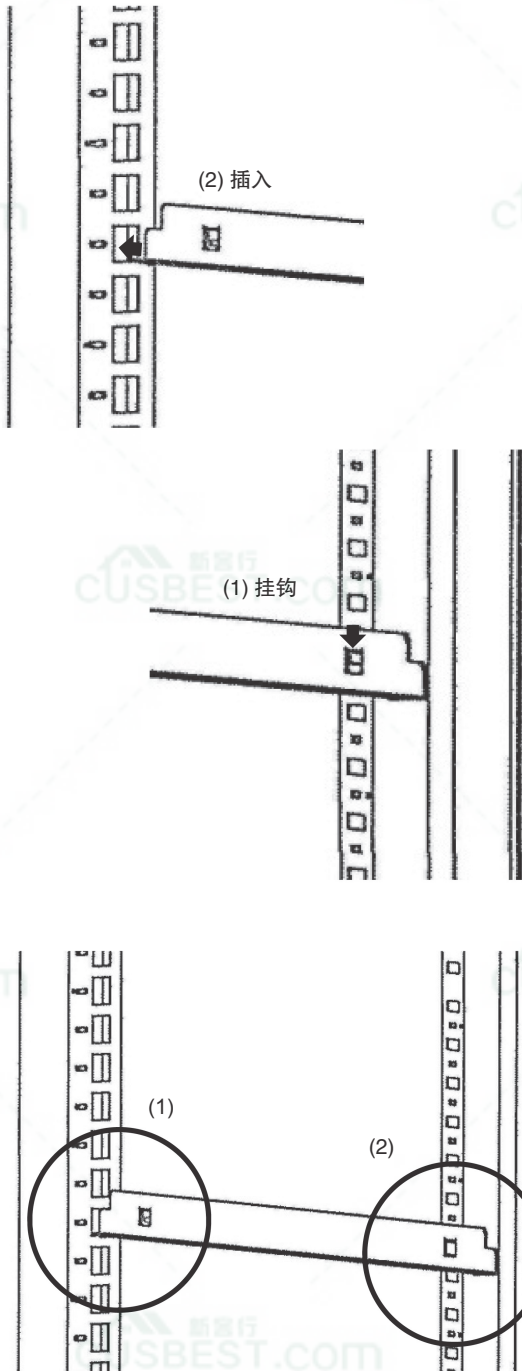

图 8
* 若要安装导轨，(1)请将导轨挂钩向后推入后层板立柱上的方孔，(2)然后将导轨挂钩向下推入前层板立柱上的方孔。若要拆下导轨，请按照与上述相反的步骤操作。参见图8。